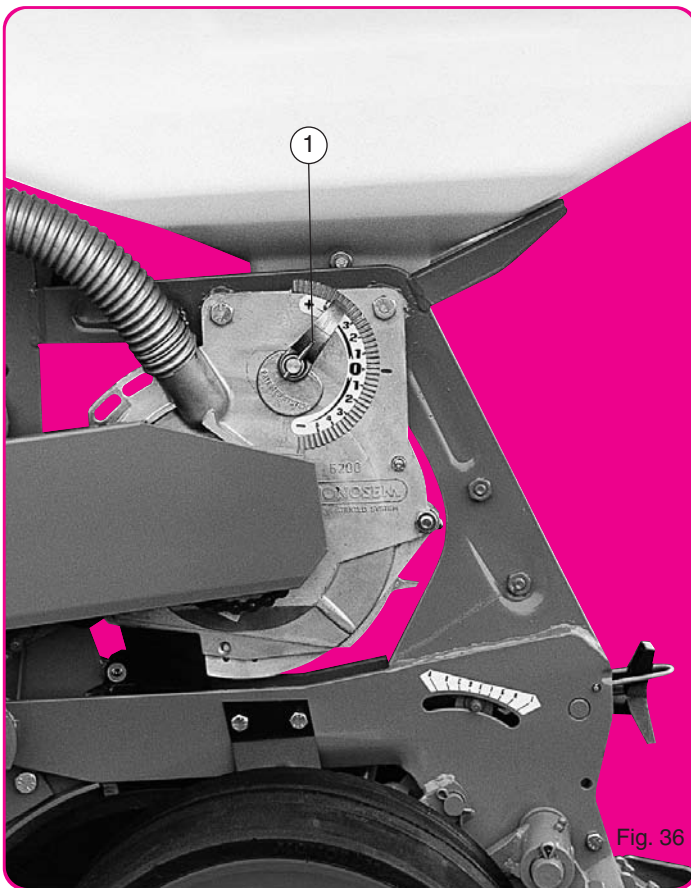

Fig. 36
L'index ① remonté vers le + (fig. 36) éloigne la plaque des trous du disque, augmente l'aspiration (en limitant la prise d'air ②) ce qui provoque une tendance aux doubles.
When the indicator ① is positioned to the + (fig. 36) it raises the scraper over the holes of the disc, increasing the degree of suction (closing the size of the hole ②). This may cause doubles.